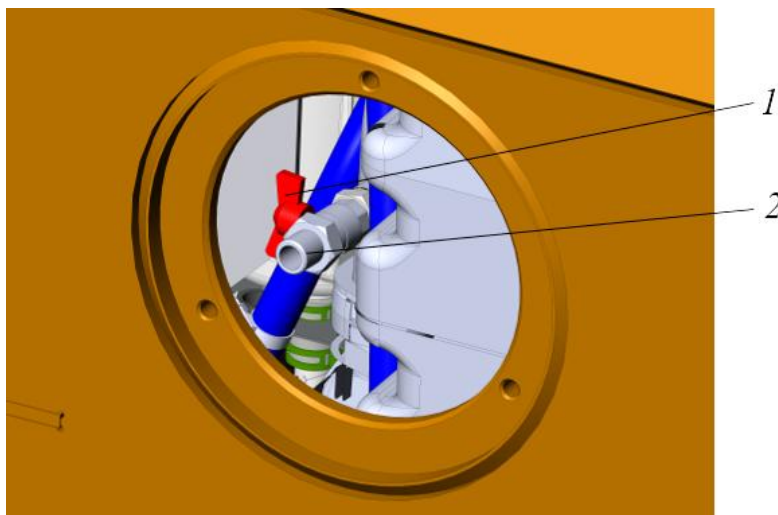

Рисунок 5.42. Сливной кран охлаждающей жидкости
- Надеть подходящий по диаметру шланг на штуцер поз. 2, открыть кран 1 и в заранее подготовленную емкость  слить охлаждающую жидкость, см. рис. 5.42.
- После того, как вся охлаждающая жидкость стечет с системы охлаждения закрыть кран 1, демонтировать шланг со штуцера 2, рис. 5.42.